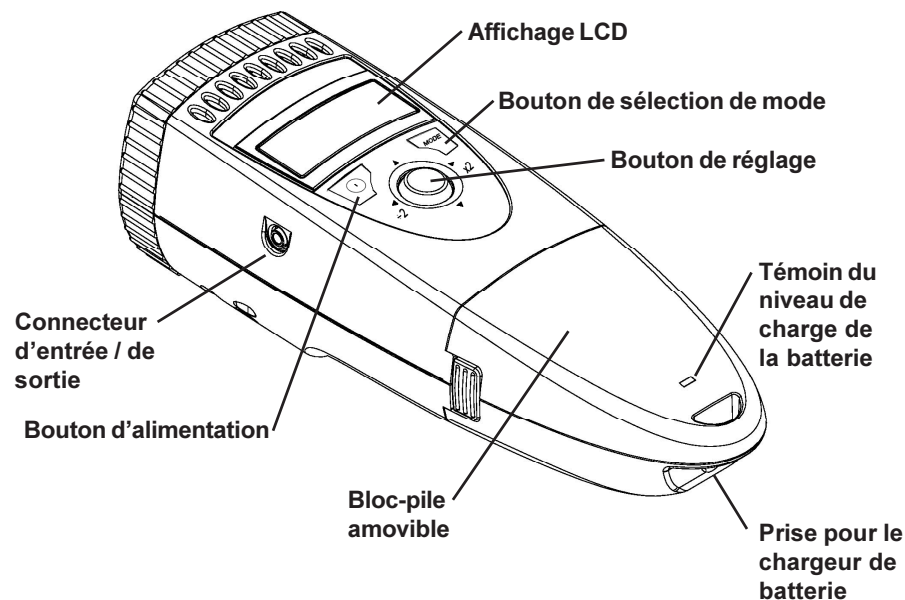

Figure 2 PALM STROBE x
2. Branchez le câble du chargeur dans la prise du chargeur de batterie sur le bloc-pile (pour l'emplacement, voir Figure 2).